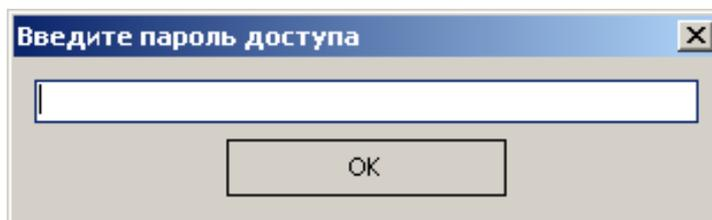

Рисунок 30 – Ввод пароля
5. Нажать кнопку «Прошить». Перед Вами появится окно (Рисунок 30).